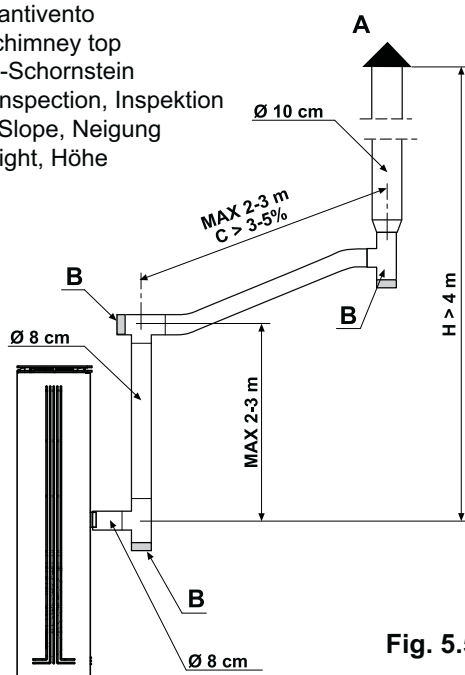

Fig. 5.5.1
- I tubi da utilizzare per lo scarico dei fumi devono essere rigidi in acciaio alluminato verniciato (spessore minimo 1,5 mm) o in acciaio inox (spessore minimo 0,5 mm) con diametro nominale di 8 cm con guarnizioni (fino a 5 metri di percorso) o di 10 cm con guarnizioni (con percorsi superiori a 5 metri) (Fig. 5.5.1).
- The pipes to use for discharging smoke must be in varnished rigid aluminate steel (minimum 1.5 mm thick) or in stainless steel (minimum 0.5 mm thick) with a nominal diameter of 8 cm with seals (up to a maximum length of 5 metres) or 10 cm with seals (for lengths beyond 5 metres) (Fig. 5.5.1).
- Die Rohre für den Rauchabzug müssen aus starrem, lackiertem Aluminiumstahl (mindestens 1,5 mm Stärke) oder Edelstahl (mindestens 0,5 mm Stärke) mit 8 cm Nenndurchmesser mit Dichtungen (bis zu 5 m langen Strecken) oder 10 cm mit Dichtungen (für Strecken über 5 m) gefertigt werden (Abb. 5.5.1).